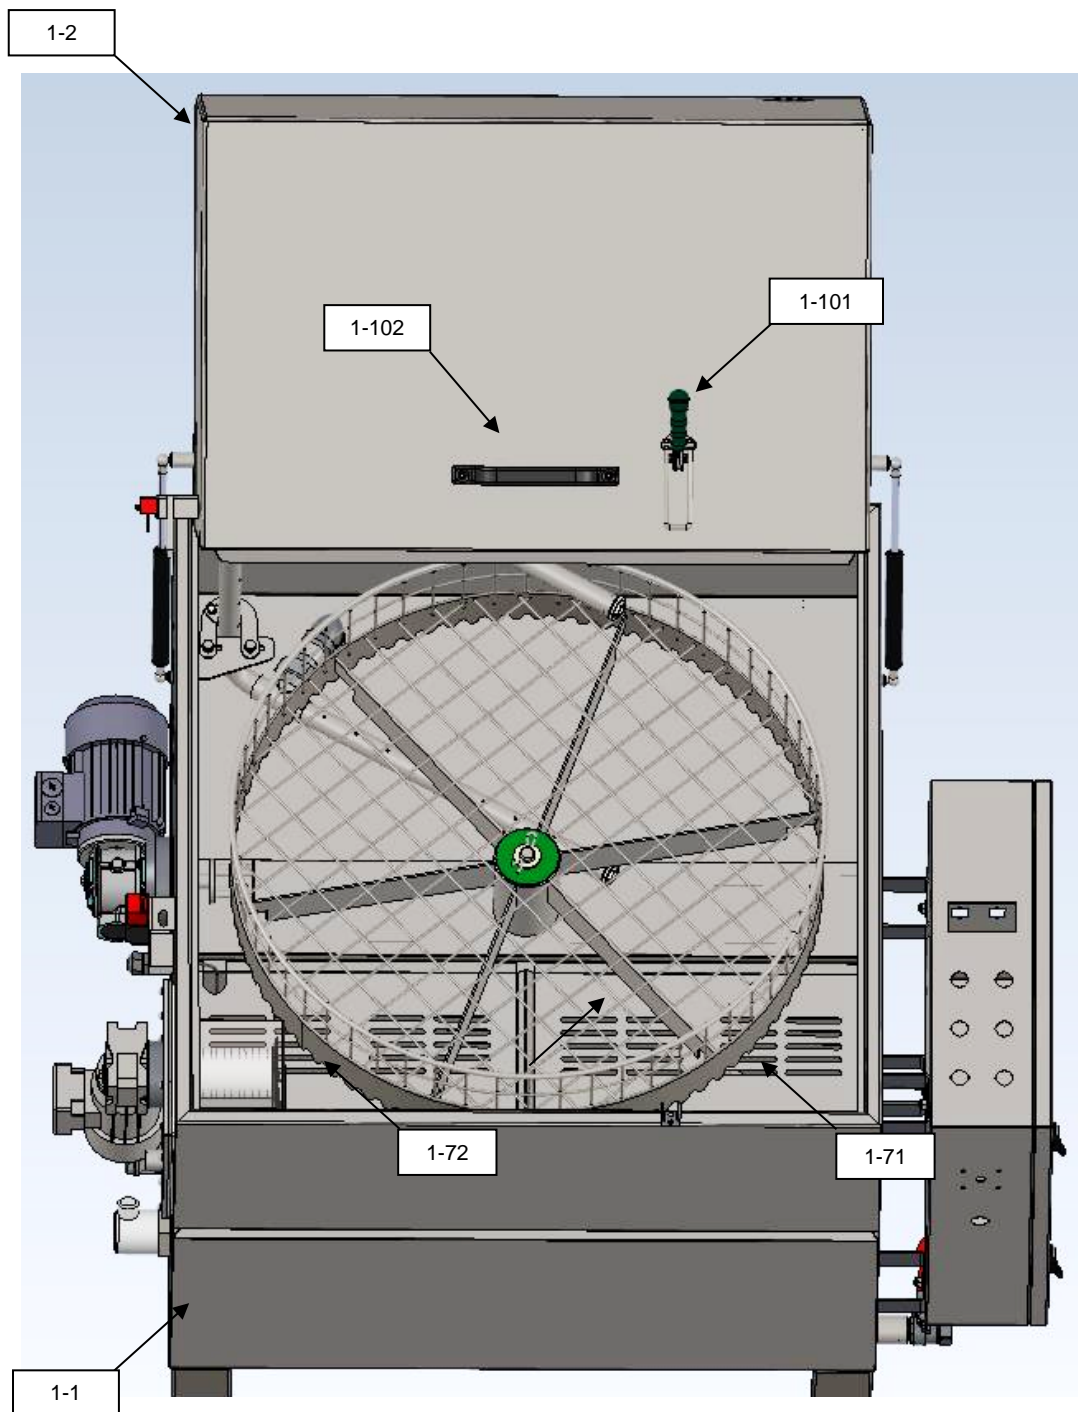
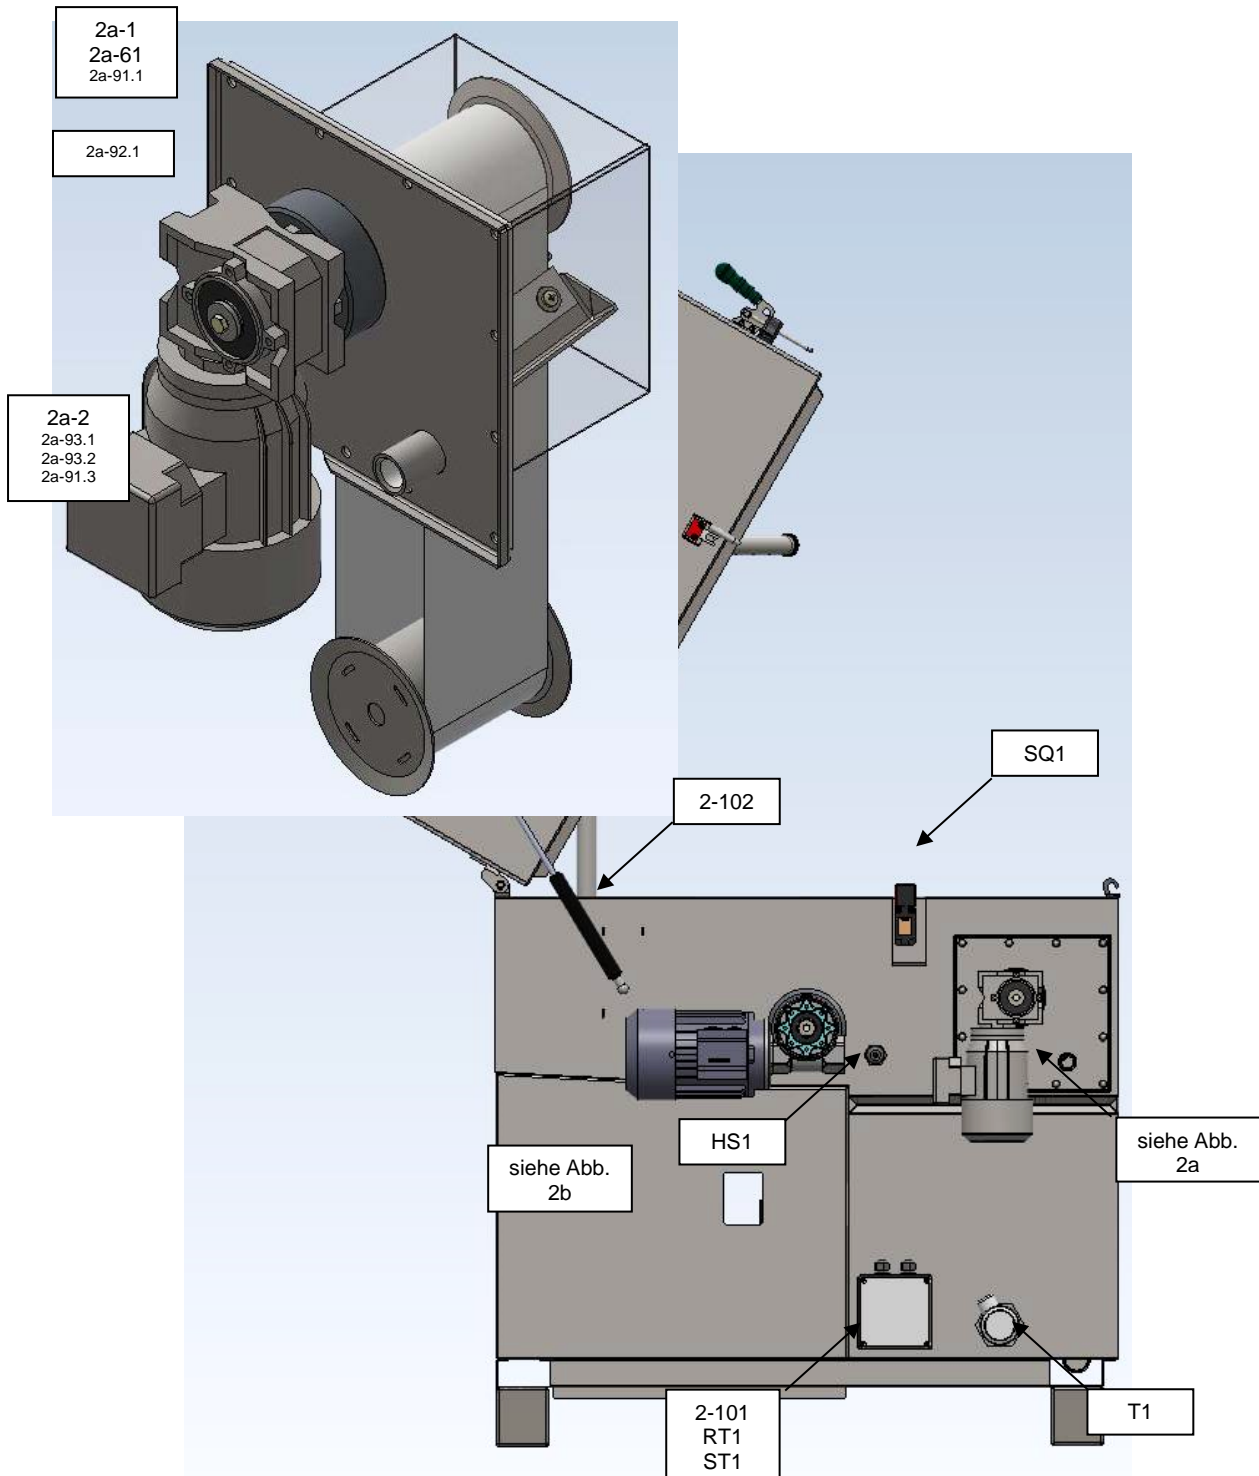

Abb. 1 Ansicht der Vorderseite der Maschine
Abb. 2 Ansicht der linken Seite der Maschine
Das Maschinengehäuse ist in zwei Standardteile unterteilt, siehe Abbildung 1. Sie bestehen aus einem beweglichen Deckel (Pos. 1-2) und einem festen Boden (Pos. 1-1). Beide Teile sind aus rostfreiem Stahl (CSN 17 240) gefertigt.
Der Boden ist durch herausnehmbare Roste unterteilt, siehe Abb. 1 (Pos. 1-71, 1-72). Oberhalb der Roste befindet sich ein Arbeitsbereich, in dem die technischen Vorgänge der Teilwäsche stattfinden. Unterhalb der Roste befindet sich der Behälter für die Waschflüssigkeit mit Filter, siehe Abschnitt 2.1.2.
Der Bediener steuert das Öffnen und Schließen des Deckels von Hand. Der Deckel ist gegen unbeabsichtigtes Öffnen durch einen Hakenverschluss gesichert, siehe Abb. 1 (Pos. 1-101). Zur leichteren Handhabung ist am Deckel ein Griff angeschraubt (Pos. 1-102). Zur Gewichtsreduzierung sind zwischen Boden und Deckel Gasdruckdämpfer eingebaut, siehe Abb. 2, 4 (Pos. 2-102). Die Scharniere der Streben sind an Bolzen verankert, die mit Schweißnähten an den Boden- und Deckelwänden befestigt sind.
- Neben dem Heizelement ist an der Wand des Sockels der Schaltkasten angebracht, siehe Abb. 2 (Pos. 2-101), in dem die Rohre mit dem Flüssigkeitstemperturfühler (Pos. RT1) durch die Wand des Sockels führen, der die gewünschte Temperatur der Waschflüssigkeit auf dem eingestellten Wert hält. Zusammen mit dem Fühler befindet sich ein Thermosicherungsfühler (Pos. ST1) in der Wanne. Dieser ist Teil der Sicherheitsschaltung der Maschine. Wenn die Steuerung ausfällt, beginnt die Temperatur der Flüssigkeit gefährlich anzusteigen. Wenn die Temperatur 95 °C übersteigt, wird die Thermosicherung unterbrochen und die Stromzufuhr zum Heizelement unterbrochen, die weitere Erwärmung der Flüssigkeit wird gestoppt. Sinkt die Temperatur, bleibt die Thermosicherung ausgeschaltet und muss nach Behebung des Fehlers manuell zurückgesetzt werden.
- Der Mindestfüllstandssensor siehe Abb. 2 (Pos. HS1) ist Teil der Sicherheitsschaltung der Maschine. Sinkt der Flüssigkeitsstand unter den sicheren Grenzwert, unterbricht das sogenannte Niveaurelais den Waschvorgang oder lässt ihn nicht zu.
- Um die Sicherheit des Maschinenbedieners während der laufenden technischen Vorgänge der Reinigung zu erhöhen, ist ein Sicherheitsschalter des Deckels zwischen dem Deckel und dem Bad installiert, siehe Abb. 2 (Pos. SQ1). Ist dieser ausgeschaltet, unterbricht der Sicherheitskreis den laufenden Zyklus oder verhindert ein unerwünschtes Anlaufen der Maschine bei geöffnetem Deckel.